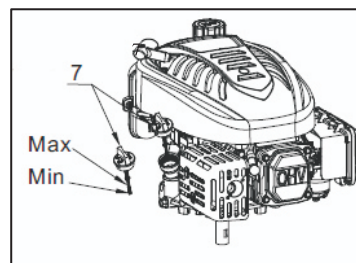

Fig. 7
2. Rimuovere il tappo dell'olio con la sua asta graduata (7) e pulirla con uno straccio.
3. Reinserrire l'asta graduata (7) nell'apertura senza avvitar il tappo, quindi rimuoverla per controllare il livello dell'olio.
4. Nel caso il livello sia inferiore al segno di minimo, rimuovere il tappo (7) e rimboccare con l'olio consigliato fino a raggiungere il segno di livello massimo (in basso sul collo del serbatoio dell'olio), senza eccederlo.
5. Richiudere bene il tappo (7). (vedi Fig. 7)